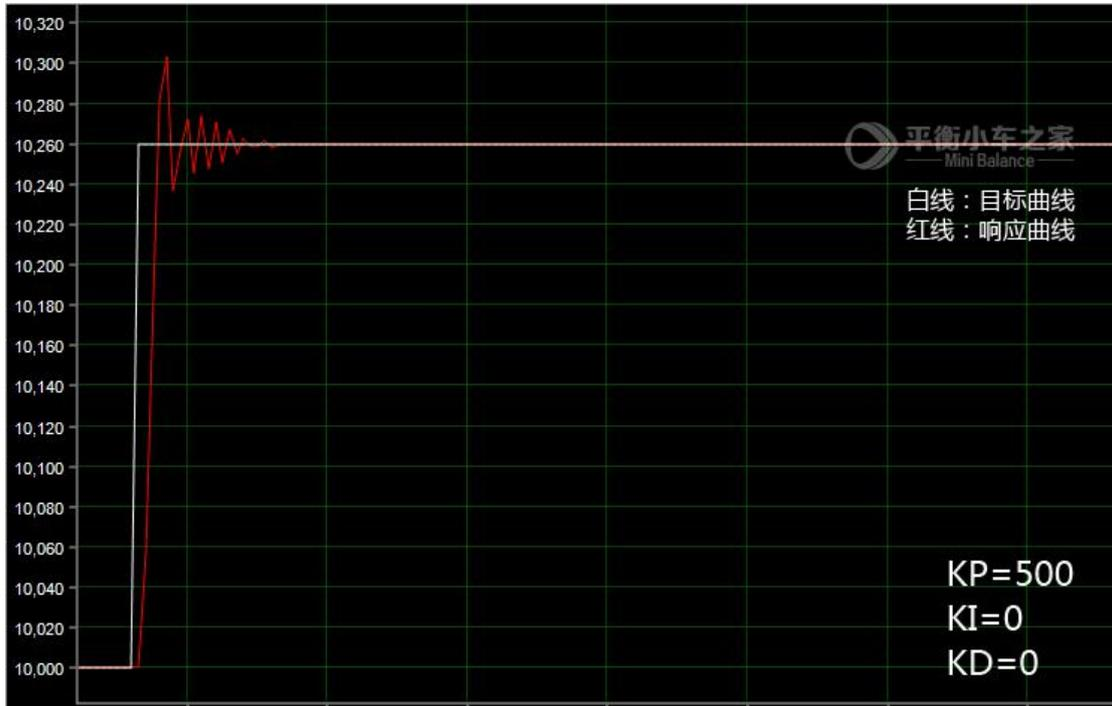

图 3
①  $KP=500, KI=0, KD=0$ . 响应曲线如图 3:
据图分析，加入微分控制之后，图 5 与图 3 相比，系统的震荡得到了抑制，震荡次数减少。事物都有两面性，微分控制也是弊端的。可以看到，系统的响应明显变慢了，因为引入微分控制相当于增大了系统的阻尼。这个时候我们需要结合 P 值和 I 值进行进一步的优化。